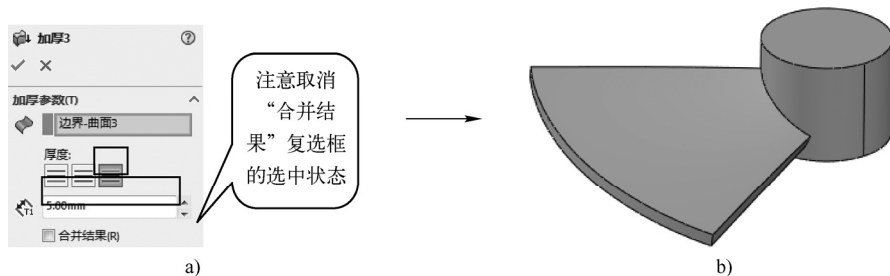

图 5-29 加厚边界曲面
STEP 4 选择“插入”>“凸台/基体”>“加厚”菜单项，打开“加厚”属性管理器，如图 5-29 所示，选择“步骤 3”绘制的边界曲面，设置加厚厚度为“5mm”，并正确设置加厚的方向，单击“确定”按钮对曲面执行加厚操作（此时曲面转化为实体）。